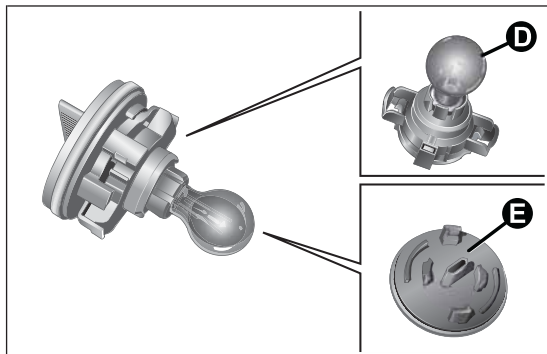

fig. 129
- extraire l'ampoule D fig. 129 de son logement E.